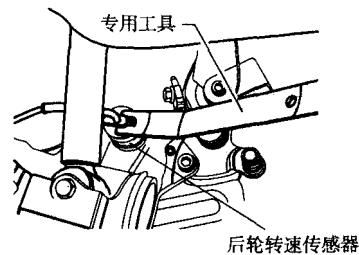

图 2-7 拆卸后轮转速传感器
- ⑤ 将车轮转速传感器从车轮罩上取下，如图 2-7 所示。